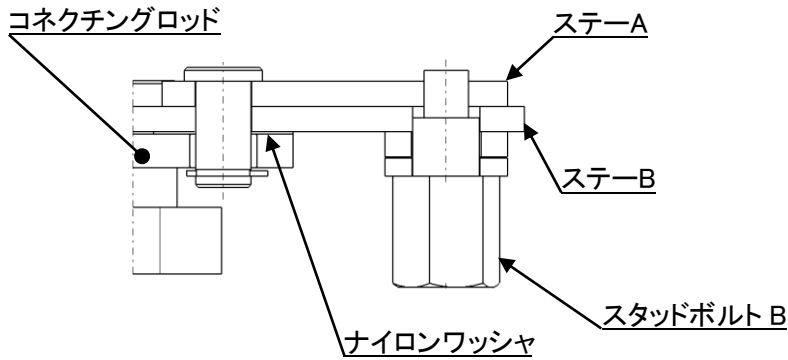

図 12
5.ステアB はステアA とナイロンワッシャの間にしてください。(図 12)